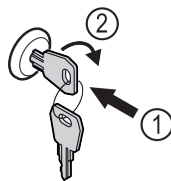

Fig. 159
- ▶ Zatlačte kľúč. Fig. 159 (1)
- ▶ Otočte kľúč o 90° v smere hodinových ručičiek. Fig. 159 (2)